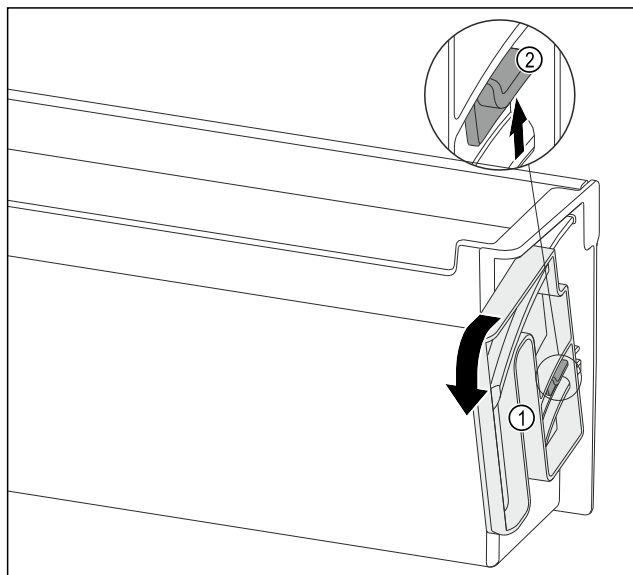

Fig. 92
- Draai-eenheid Fig. 92 (1) in de aangegeven richting tot aan de aanslag draaien.
- Strip Fig. 92 (2) omhoog duwen en draai-eenheid Fig. 92 (1) wegnemen.